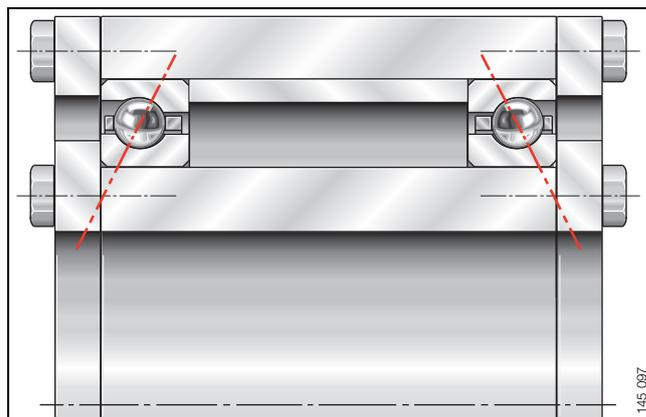

Bild 8 · Kombinierte Schrägkugellager, O-Anordnung, Gehäuse gebohrt, Distanzring, 2 Haltescheiben
- ein gebohrtes Gehäuse mit Distanzring zwischen den Schrägkugellagern und zwei Haltescheiben außen (Bild 8)